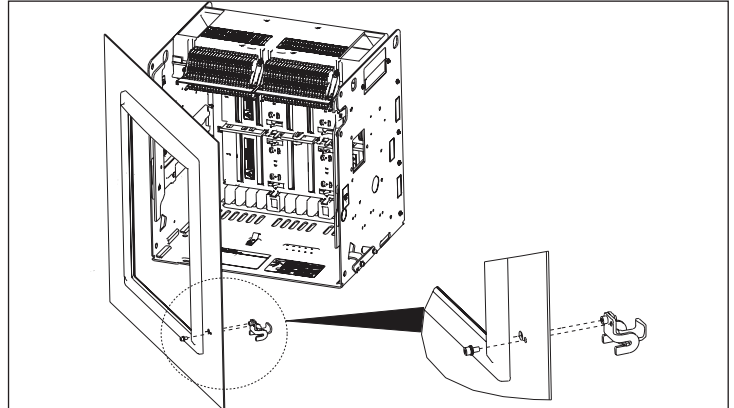

Abbildung 8. Montage Verklönkung an der Innenseite der Gehäusetür
Schritt 5: Die Verklönkung wird an die Innenseite der Tür mit der Schraube M5, der Sicherungsscheibe und der Unterlegscheibe befestigt (**Abb.8**). Drehmoment 4 Nm (35 in-lbs).